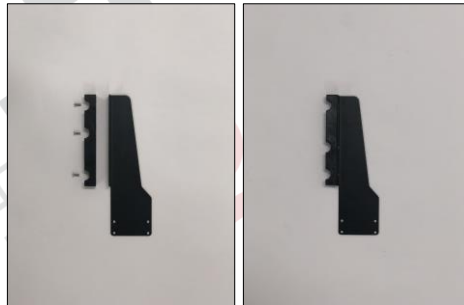

Figura 3.5 Antes (izquierda) y después (derecha) de armar ambos soportes para cilindros.
Paso 4. Tome los soportes para cilindros “A” y “B” mostrados en la “Figura 3.5” y atornille ambas piezas utilizando los tornillos de cabeza redonda y punta plana.